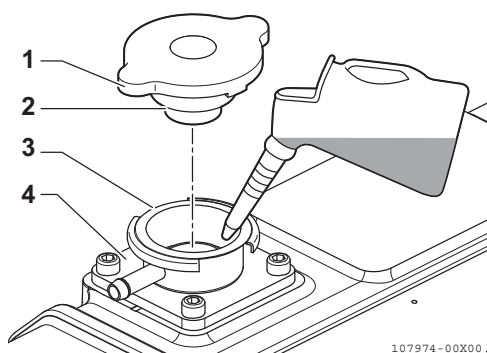

Abbildung 11
3. Kühlmittel langsam in den Kühlmittelbehälter (**Abbildung 11, (4)**) füllen, um Luftblasen zu vermeiden. Kühlmittel einfüllen, bis dieses am Füllstutzen überfließt.
4. Den Stopfen des Füllstutzendeckels (**Abbildung 11, (2)**) mit der Aussparung (**Abbildung 11, (3)**) des Füllstutzens ausrichten und Füllstutzendeckel (**Abbildung 11, (1)**) fest anziehen.